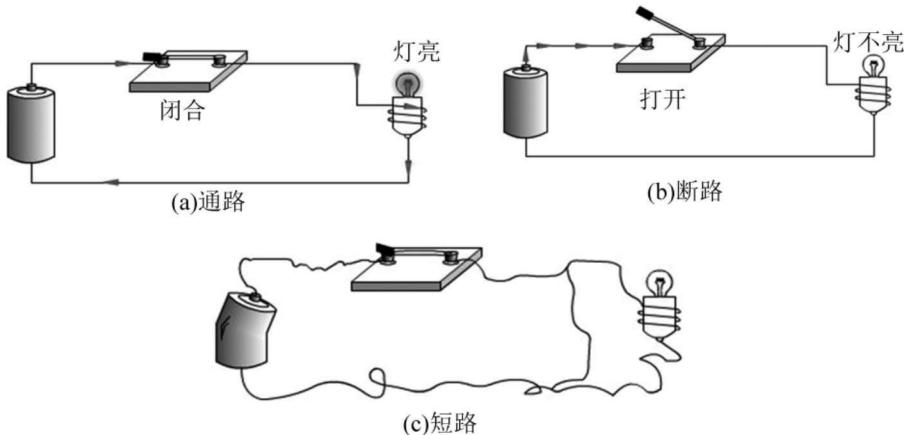

图 1-3 电路状态
1. 通路(闭路): 如图 1-3(a)所示, 电路各部分连接成闭合回路, 有电流通过。
2. 断路(开路): 如图 1-3(b)所示, 电路断开, 电路中无电流通过。
3. 短路(捷路): 如图 1-3(c)所示, 电源两端或电路中某些部分被导线直接相连。短路时电流很大, 会损坏电源和导线, 应尽量避免。但有时也会利用短路的方法对电路故障进行查找, 有时也可对电路进行应急处理。